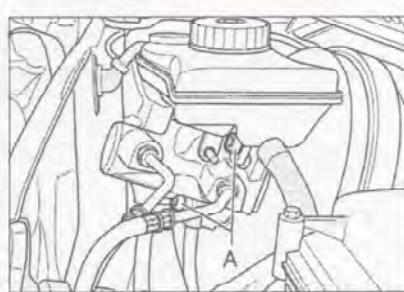

Рис. 7.11. Отверните болты (A) усилителя тормозного привода.
3. Извлеките из перегородки моторного отсека уплотнительную втулку шланга (A).
4. Извлеките зажим (C) до упора с помощью отвертки и слегка вытяните трубопровод (B).
5. Отверните болты (A) усилителя тормозного привода (рис. 7.11).
17. Затяните болты (А) усилителя тормозного привода (рис. 7.11). **Момент затяжки:** 25 Нм.